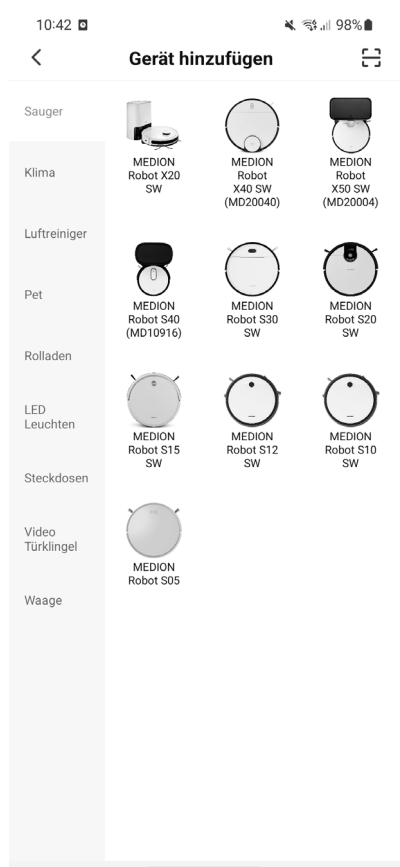

Fig. 2
- ▶ Seleccione el modelo X20 SW correcto de la lista general. (véase fig. 2).